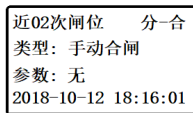

图3-15
3.4.4 故障次数查询：在主菜单列表中选定“故障次数”选项，按【菜单】键打开故障次数列表，可查询总跳闸次数，闭锁跳闸次数等数据项信息如图3-15。